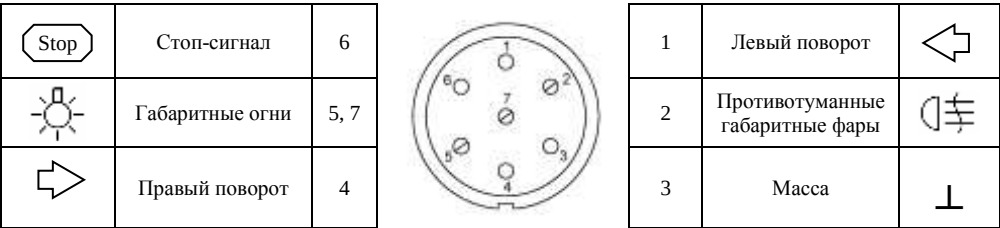

Рис.2. Схема подключения электрооборудования
- подключить провода от клемм розетки к бортовой сети автомобиля в соответствии со схемой Рис. 2 с помощью разветвителей проводов;